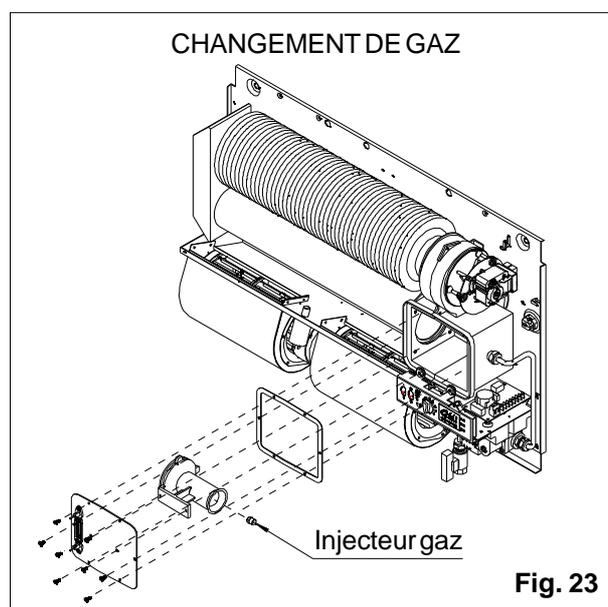

Fig. 23
- d) Enlever les 6 vis de la plaque brûleur pour déloger le brûleur en faisant attention de ne pas endommager le joint d'étanchéité. Démontez l'injecteur avec une clé hexagonale de 10mm et le remplacer par le nouveau en le vissant jusqu'à assurer l'étanchéité. (fig. 23)